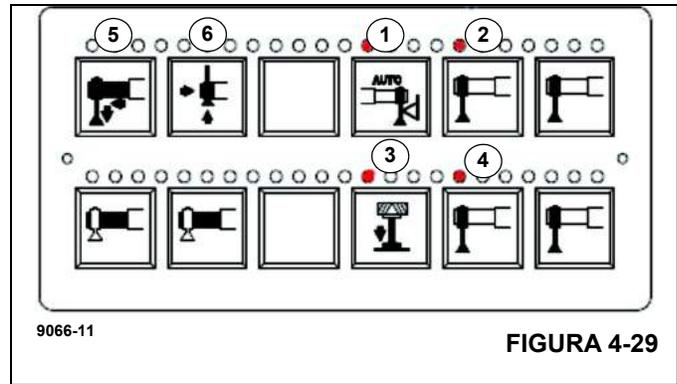

FIGURA 4-29
NOTA: Los LED rojos (1 a 4), (Figura 4-29), sobre el estabilizador delantero central (CFS), la nivelación automática y los dos botones del gato trasero están encendidos cuando el modo de soporte está activo porque el movimiento del CFS está bloqueado. Estos LED también se encienden si se alcanza el límite de presión en el CFS.
5. Ingrese en el modo de soporte pulsando rápidamente dos veces el botón del **estabilizador delantero central** (Figura 4-29). El modo de soporte está activado.
1. Si no se pulsa Extend (extender) o Retract (retraer) para el estabilizador: los LED rojos sobre el CFS y la nivelación automática se iluminarán como se muestra en (1) y (3), (Figura 4-29).
2. Si se pulsa Outtrigger Extend (extender el estabilizador): los LED rojos sobre el CFS, la nivelación automática y ambos gatos traseros se iluminarán (igual que con el indicador de modo de soporte activo) como se muestra en (Figura 4-29). Extender los gatos principales delanteros o retraer los gatos principales traseros reducirá la presión del CFS.
3. Si se pulsa Outtrigger Retract (retraer el estabilizador), los LED rojos situados sobre el CFS, la nivelación automática y las dos tomas frontales se iluminarán (Figura 4-29). PARE, levante el CFS para ajustarlo.
3. **A.** Desde el teclado del estabilizador del vehículo, mantenga pulsado el botón de autonivelación (1), (Figura 4-29) y las teclas de extensión/retracción (5), (6), (Figura 4-29),
5. Extienda el estabilizador delantero central (CFS) como se muestra en (4), (Figura 4-29).